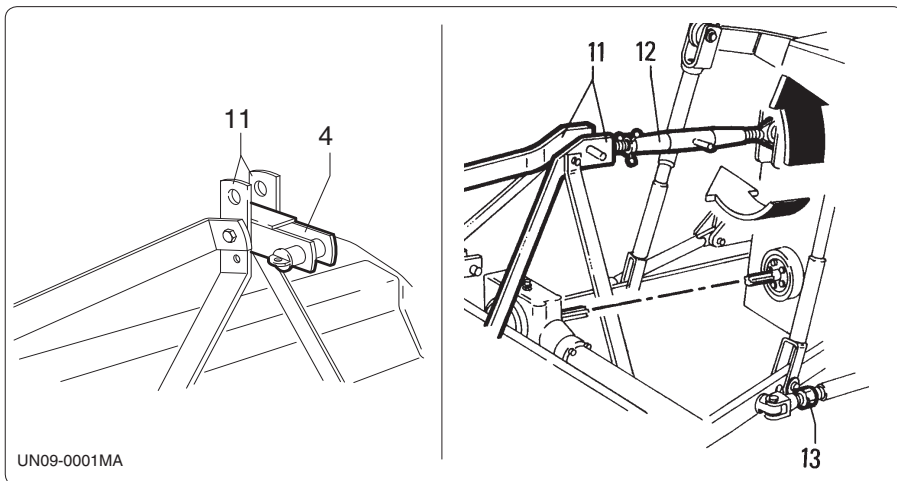

fig. 4.1.2
- *Den oberen Lenker "12" Abb. 4.1.2 in der Dreipunkt-Kupplung "11" befestigen und so einstellen, daß die Zapfwelle der Arbeitsmaschine parallel zum Boden steht.*